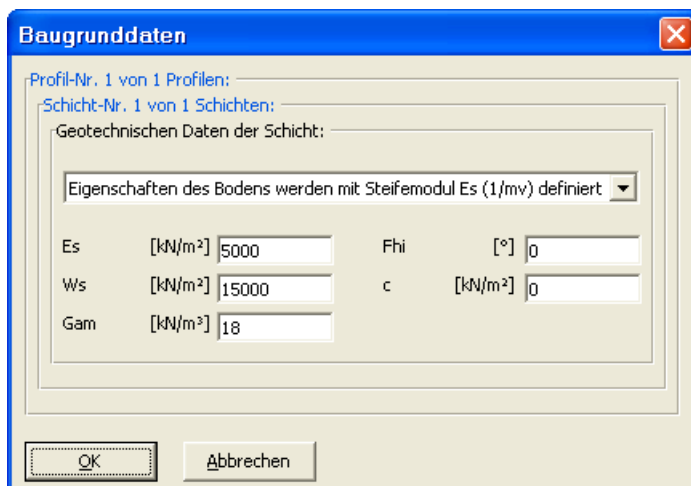

Bild 9-16 Dialoggruppenfeld "Geotechnische Daten der Schicht"
- Doppelklicken Sie auf geotechnische Daten der Schicht. Das entsprechende Dialogfeld (Bild 9-16) erscheint, um die geotechnischen Daten der Schicht zu modifizieren
- Im Dialoggruppenfeld "Geotechnische Daten der Schicht" im Bild 9-16 definieren Sie die geotechnischen Daten der Bodenschicht wie folgt: